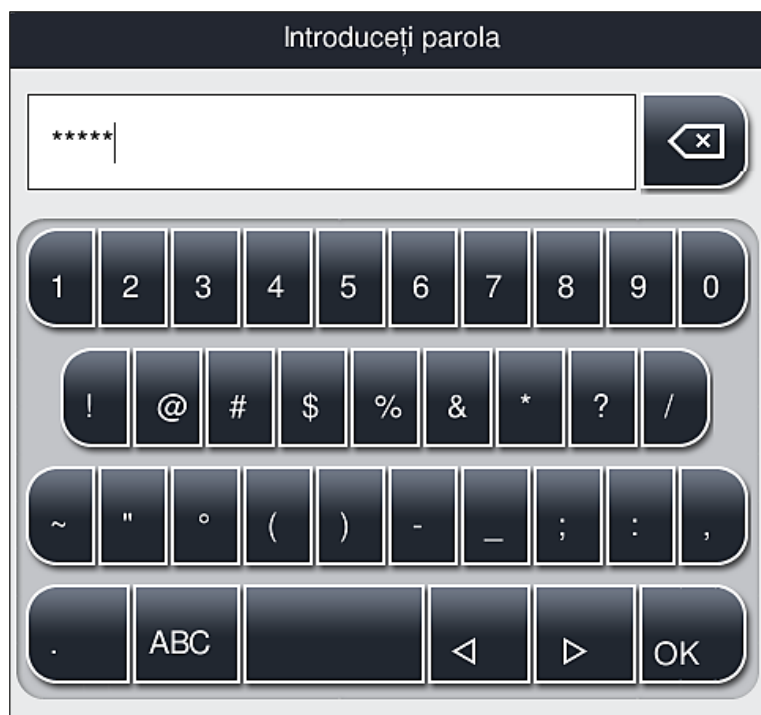

Fig. 25
- 7 Tastă de schimbare a caracterului special (→ Fig. 25)
1. Pentru introducerea unui caracter special sau a unui semn diacritic etc., care nu este conținut în tastatura de caractere speciale (→ Fig. 25), țineți apăsată mai lung tasta normală corespunzătoare de pe tastatură.